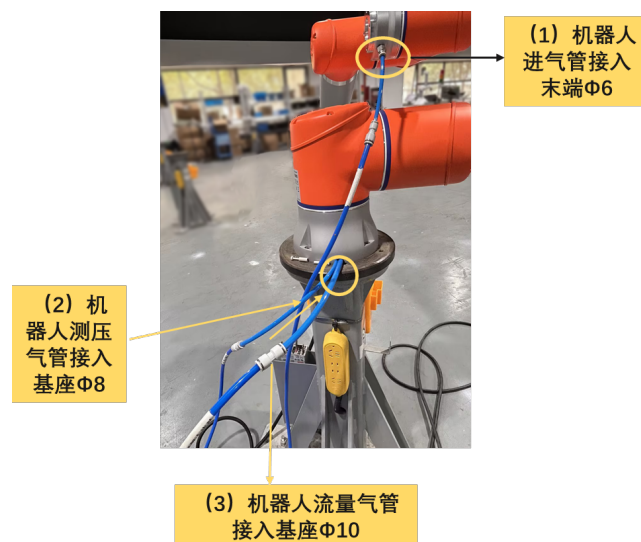

图 5-3: 气管与机器人相连
- 机器人进气管与机器人末端 $\Phi 6$ 的接口相连，如图 5-3 所示。
- 机器人测压气管和流量气管分别与机器人基座底部的 $\Phi 8$ 、 $\Phi 10$ 接口相连，如图 5-3 所示。